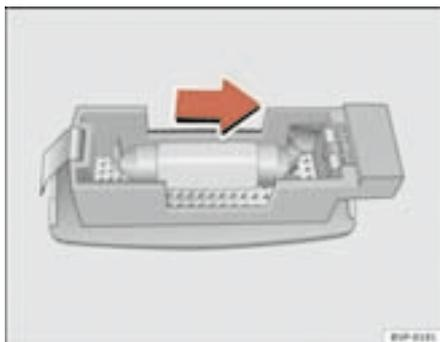

Fig. 176 Desmontaje luz del parasol
- Retire la luz con cuidado, utilizando el destornillador por su parte plana, tal como indica la figura. ⇒ fig. 176.
- Retire la lámpara, moviéndola en el sentido de la flecha y hacia afuera. ⇒ fig. 176